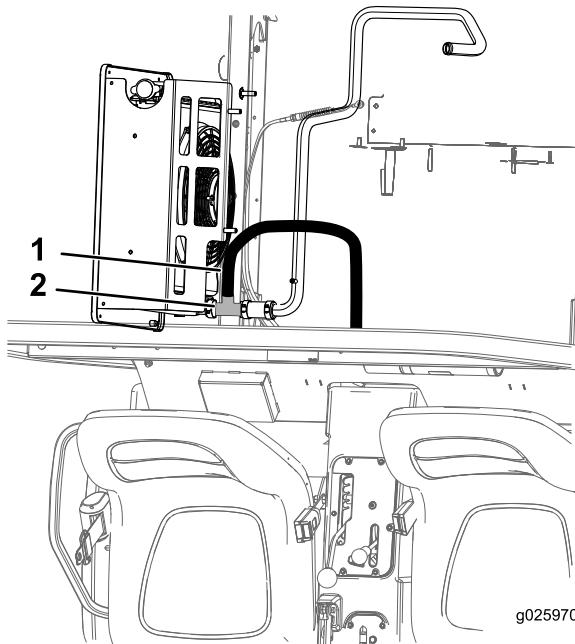

Figura 8
3. Corte la manguera inferior del radiador y conecte el acoplamiento en T a los extremos recién cortados de la manguera inferior del radiador con 2 abrazaderas anchas (Figura 8).